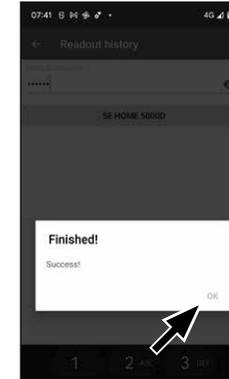

Abb. 130
⑧ Nach dem Abrufen erhalten Sie eine Bestätigungsmeldung, welche Sie mit „OK“ bestätigen (Abb. 130).